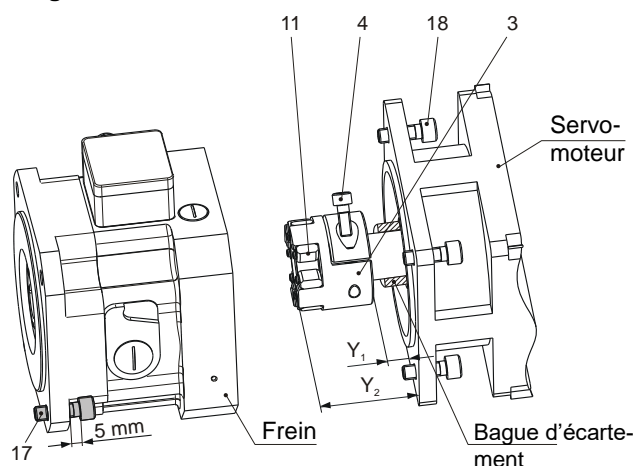

Fig. 26
3. Visser les vis à tête cylindrique (17) frein/machine (laisser env. 5 mm de filet libre, fig. 26).
4. Régler le moyeu à bague conique (1) côté entraîné à la cote de montage « W » en déplaçant axialement selon le tableau du chapitre **4.5**. Nous conseillons d'utiliser une bague d'écartement adaptée comme butoir fixe.
5. Serrer les vis à tête cylindrique (2) par étape (en 3 à 6 fois maximum) et en croix au couple de serrage selon le tableau du chapitre **4.5**.
6. Tirer le frein jusqu'en butée sur les têtes des vis (17) (vis de fixation frein/machine) et ensuite le glisser à nouveau sur la machine (explication : dégagement du rotor (22)).
7. Serrer les vis à tête cylindrique (17) frein/machine.